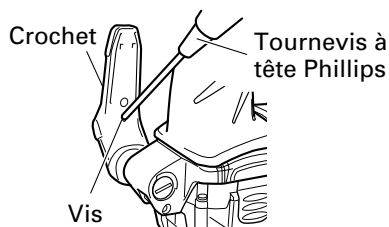

Fig. 10
- (1) Desserrer la vis du crochet avec un tournevis à tête phillips (no. 1). (Fig. 10)